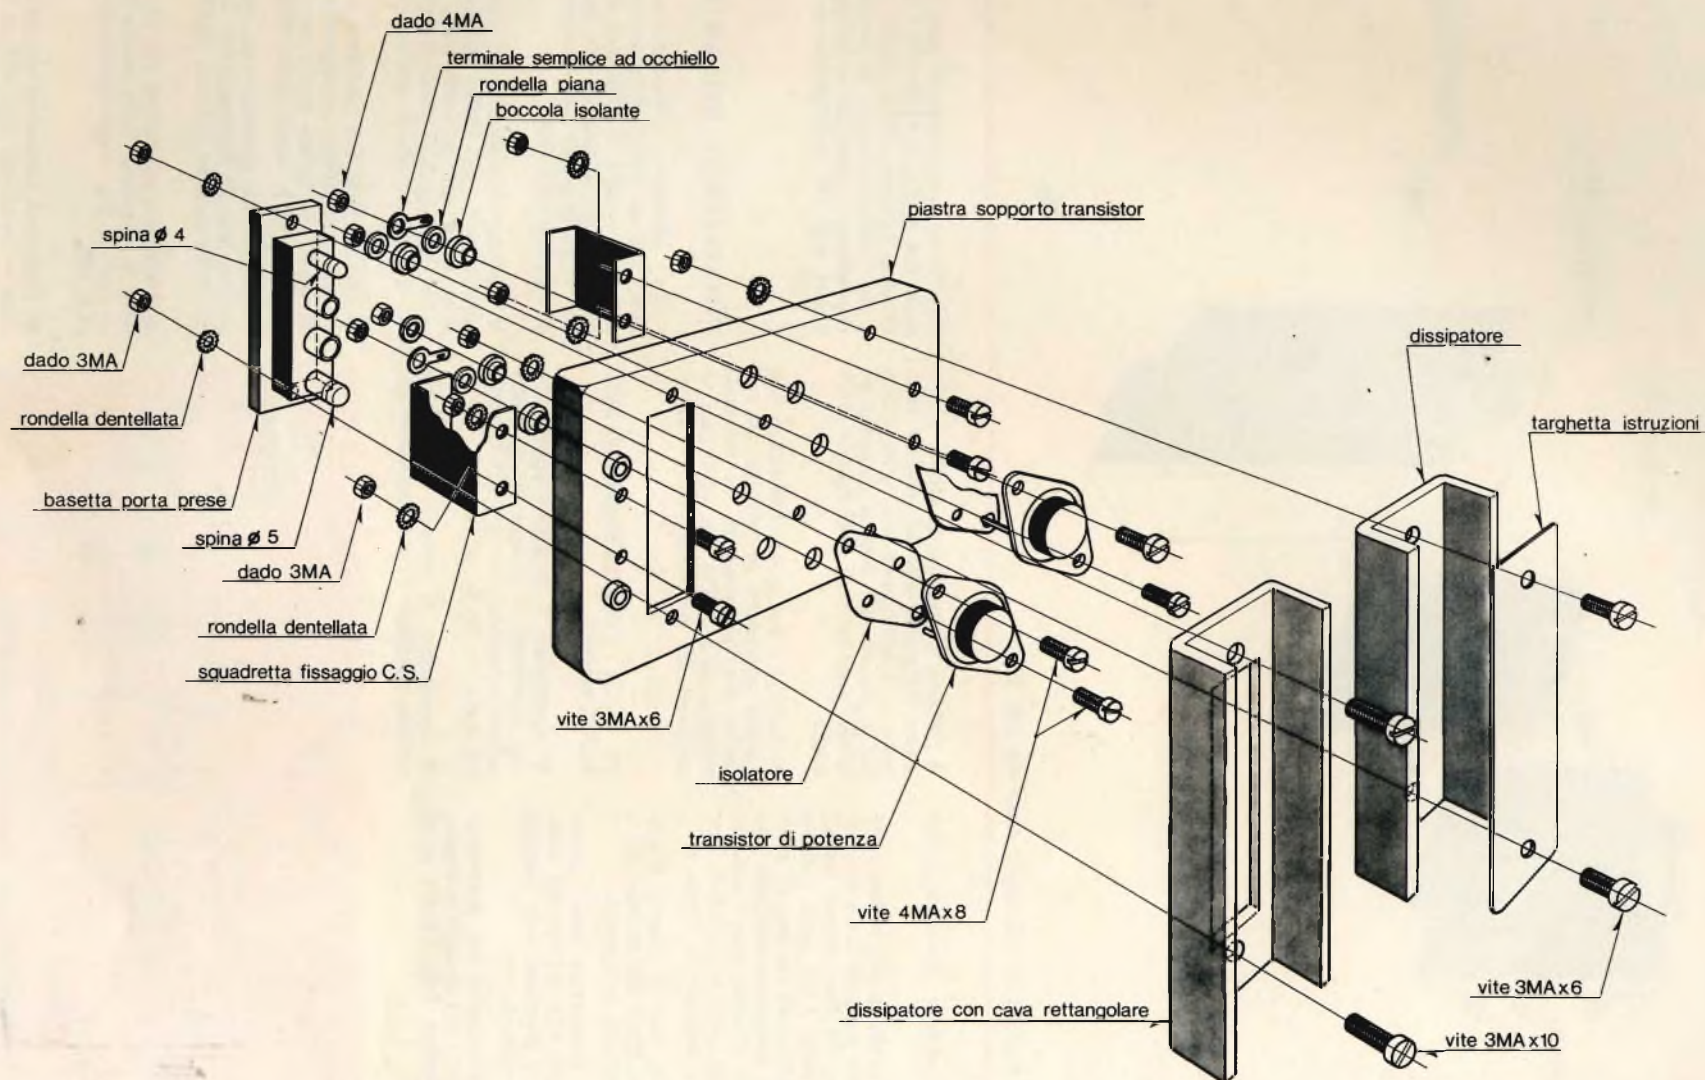

Fig. 5 - Esploso di montaggio della piastra e dei transistori.
2° FASE - MONTAGGIO DELLA PIASTRA DI SUPPORTO DEI TRANSISTORI - FIG. 5
- Montare sulla piastra i due transistori di potenza, interponendo fra la piastra ed i transistori gli appositi isolatori — fig. 5. Il fissaggio sarà effettuato mediante quattro viti 4MAX8, due per ogni transistore. A ciascuna vite, che dovrà essere introdotta dal lato superiore della piastra, dovranno essere infilati prima la boccia isolante, quindi la rondella piana ed infine il dado di fissaggio. Fra il dado e la rondella che fanno capo alla vite esterna di ciascuno dei due trasformatore dovrà essere infilato un terminale semplice ad occhio — fig. 5.